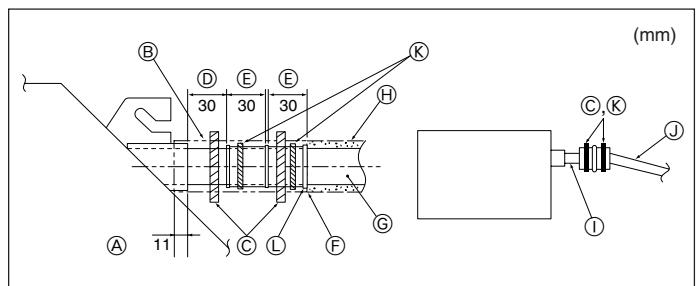

Fig. 3-5
- ⑨ Tubo PVC de 32 de diâmetro externo
- ⑩ Faça o mais largo possível
- ⑪ Unidade interior
- ⑫ Faça a dimensão da tubagem suficientemente grande para a tubagem agrupada
- ⑬ Inclinação descendente (1/100 ou mais)
- ⑭ Tubo PVC de 38 de diâmetro externo para tubagem agrupada. (isolação de 9 mm ou mais)
- ⑮ Até 500 mm
1. Ligue o bocal de drenagem (fornecido com a unidade) à porta de drenagem. (Fig. 3-5) (Fixe o tubo com adesivo PVC e depois ate-o com uma banda.)
- ⑯ Unidade
- ⑰ Material de isolamento
- ⑱ Banda (grande)
- ⑲ Porta de drenagem (transparente)
- ⑳ Margem de inserção